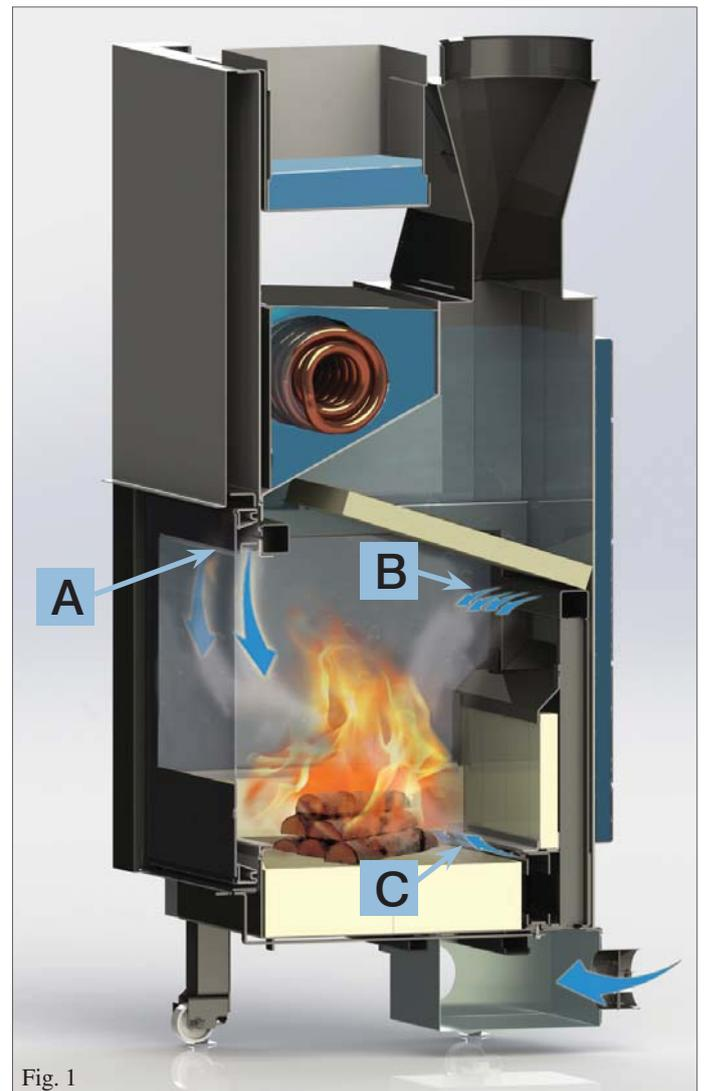

Fig. 1
**El aire primario de combustión (A) y de limpieza del cristal** entra por la parte más alta del mismo cristal después de haberse calentado, durante su recorrido (fig. 1) y mantiene el cristal limpio.
**El aire secundario de combustión (B) o de post-combustión** se introduce en el hogar por los orificios presentes en el fondo del mismo (fig. 1).
**El aire denominada "Turbo" (C)** entra por la base del hogar sobre el tanque de las brasas (fig. 1) para acelerar el encendido de la termochimenea.